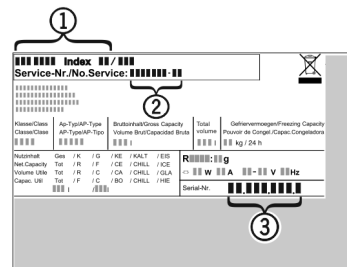

Fig. 3
- ▶ A készülék megnevezését Fig. 3 (1), a szerviz- Fig. 3 (2) és sorozatszámot Fig. 3 (3) a típustábláról olvassa le. A típustábla a készülék belsejében baloldalon található.
- ▶ Értse a vevőszolgálatot a hibáról, és adja meg nekik a készülék megnevezését Fig. 3 (1), a szerviz- Fig. 3 (2) és a sorozatszámot Fig. 3 (3).